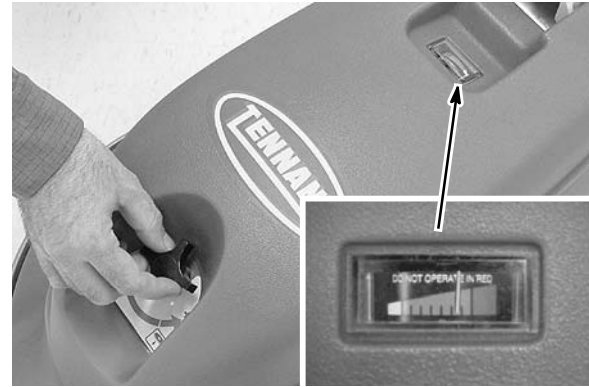

ABB. 8
5. Um den Polierscheibenandruck einzustellen, drehen Sie den Einstellknopf nach links, um den Andruck zu reduzieren, oder nach rechts, um den Andruck zu erhöhen (Abbildung 8).